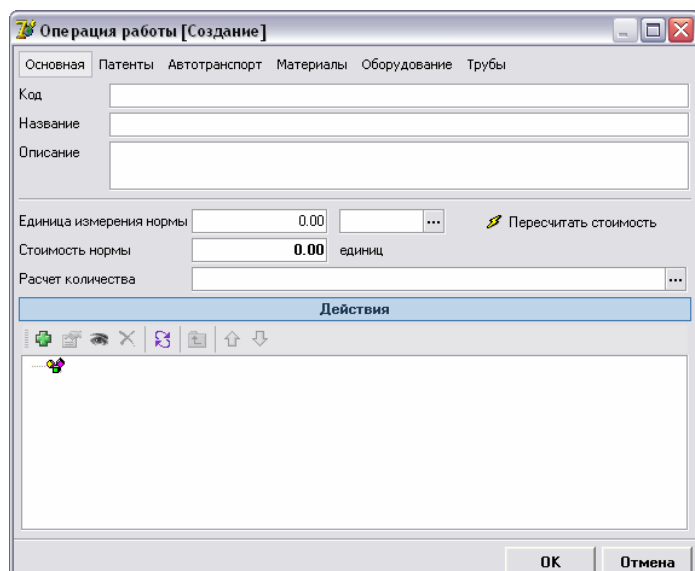

Рисунок 2.2.
Создание и редактирование операций производится посредством экранной формы «**Операция работы**» (рис.2.2.).
4. Откроется окно «**Операция работы [Создание]**» (рис.2.2).
Примечание: «**Автотранспорт**», «**Материалы**», «**Оборудование**», «**Трубы**» – вид ресурсов операций. При необходимости можно добавить виды ресурсов. Для этого откройте локальный словарь (Справочники => Локальный словарь) «СЛОВАРЬ=>Производство =>Технологические процессы =>Типы ресурсов операций» и добавьте новый элемент с названием необходимого типа ресурсов. В этом случае в экранной форме (рис.2.2.) добавится новая закладка.
6. Для сохранения элемента в справочнике закройте окно «Операция технологического процесса [Создание]» (рис.2.2) по клавише [F10] или кнопке <ОК>.
В данной закладке (рис.2.2) заносятся реквизиты и характеристики операции, а также определяется структура операции.